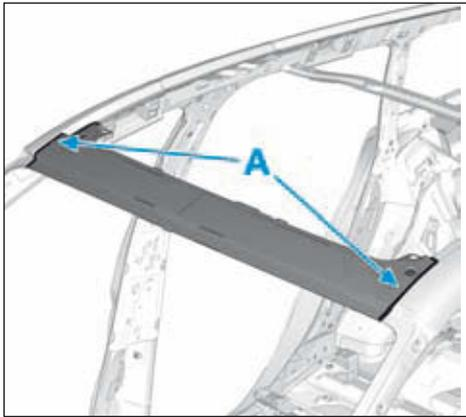

FIG.97
Le remplacement de cette pièce s'effectue d'une seule façon, il est nécessaire de fraiser les soudures (A) de la partie avant du pavillon (Fig.97).